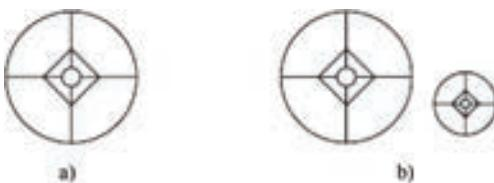

图 4-43 复制缩放
(2) 指定比例因子 选择对象并指定基点后，从基点到当前光标位置会出现一条线段，线段的长度即为比例大小。鼠标选择的对象会动态地随着该连线长度的变化而缩放，按〈Enter〉键，确认缩放操作。
(3) 复制(C) 选择“复制(C)”选项时，可以复制缩放对象，即缩放对象时，保留源对象。如图 4-43 所示。